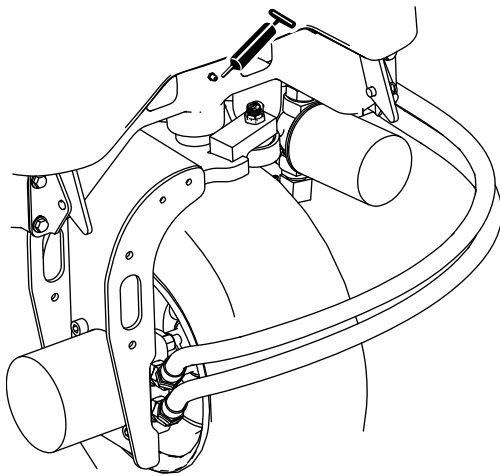

Figura 36
- Perno dello sterzo (**Figura 36**)